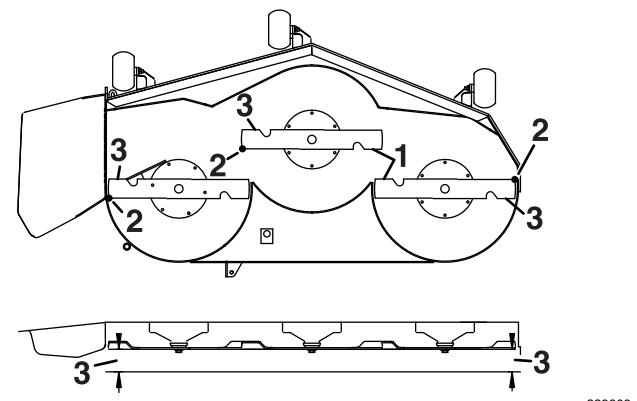

Figure 62
4. Mesurez la distance entre les tranchants extérieurs et le sol plat (Figure 62).